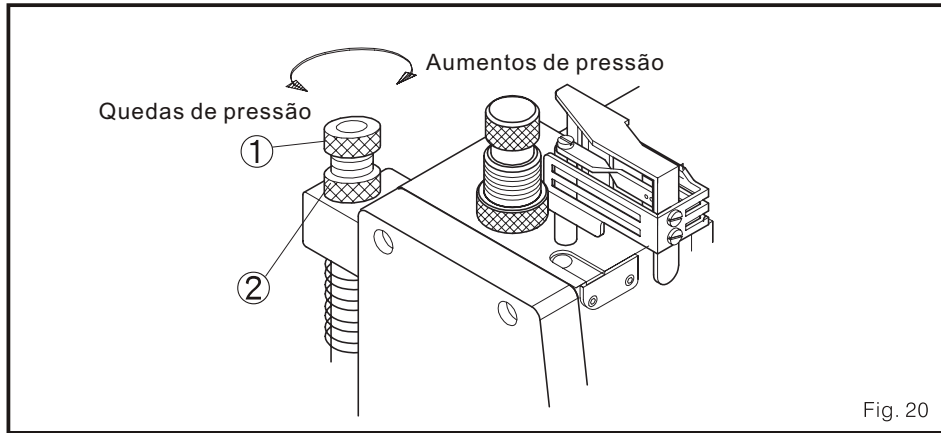

Fig. 20
(2) solta o um pouco parafuso 5, e ajusta a barra conector 6 fazer que a distância do parafuso 7 para o fundo do buraco circular da barra conector 6 seja de 0.5 mm, Depois ajuste o fortemente o parafuso 5.
3. ajusta a pressão do rolo superior. Enquanto gira o parafuso ajustável de pressão 1 ao lado das agulhas do relógio, a pressão aumentou, se move isto ao lado contrário a pressão que cairá. Ajuste a noz 2 depois de concluir o ajuste (Fig. 20)